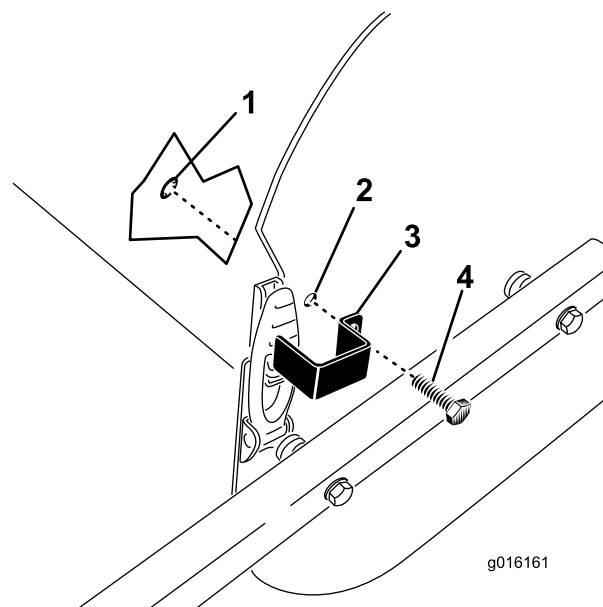

Figura 35
2. Fissate la piastra di bloccaggio sulla piastra laterale con un bullone senza dado e un anello di ritenuta (Figura 35).
1. Posizionate la piastra di bloccaggio sul fermo del cofano allineando al tempo stesso il foro di montaggio con il foro nella piastra laterale (Figura 35).